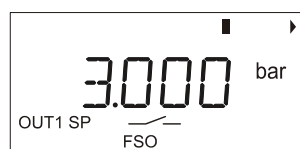

Fig. 25. Affichage visualisé après avoir tourné le BPR
Après avoir tourné le BPR d'une coche dans le sens horaire, l'affichage suivant est visualisé où vous trouverez les informations sur le point de commutation (SP) de la sortie 1 (voir l'exemple de Fig. 25; dans ce cas, OUT1 est configurée comme commutateur de tension positive N.O. et comme fenêtre de contrôle de la pression maxi. avec un point de commutation à 3 000 bars).